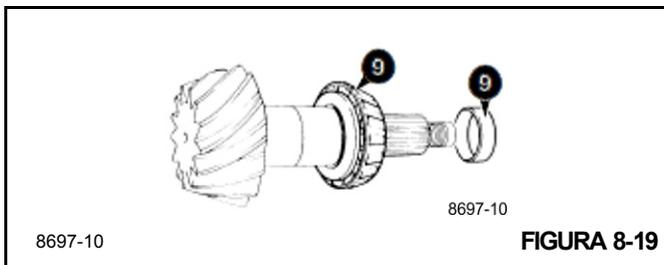

FIGURA 8-19
- Encaje el nuevo cono de cojinete interior del piñón y el espaciador macizo más grande que tenga disponible en el juego de ajuste de espaciador macizo (por ejemplo, 14.20 mm) (Figura 8-19); consulte *Herramientas especiales* en la página 8-3.